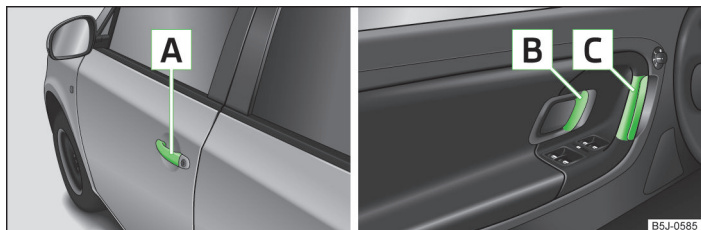

Abb. 11 Türgriff/Türöffnungshebel
- Das Fahrzeug entriegeln und am Türgriff **A** » Abb. 11 der jeweiligen Tür ziehen.